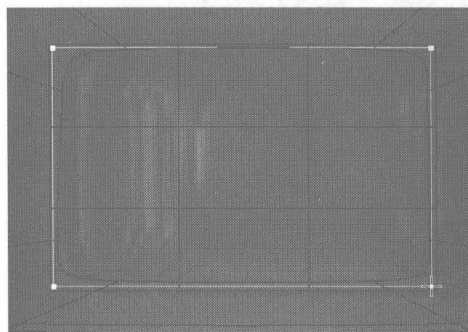
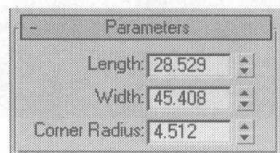

图 6.207
图 6.208
- 02** 在 Create 控制面板中单击 二维编辑按钮，再单击 **Rectangle** 按钮，在 Back 视图中绘制如图 6.207 所示的矩形线框，在 Parameters 卷展栏中为矩形线框设置倒角参数，如图 6.208 所示。